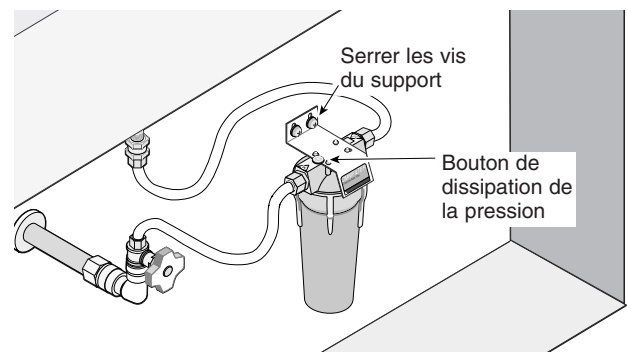

Figure 7
10. Lentement, ouvrir le robinet d'arrivée d'eau froide. Appuyer sur le bouton de dissipation de la pression logé en haut de la tête du filtre pour chasser tout l'air. Se reporter à la Figure 7. S'assurer que tous les raccords sont étanches. Si un raccord fuit, fermer le robinet d'arrivée d'eau, resserrer le ou les raccords qui fuient, puis recommencer au début de cette opération.